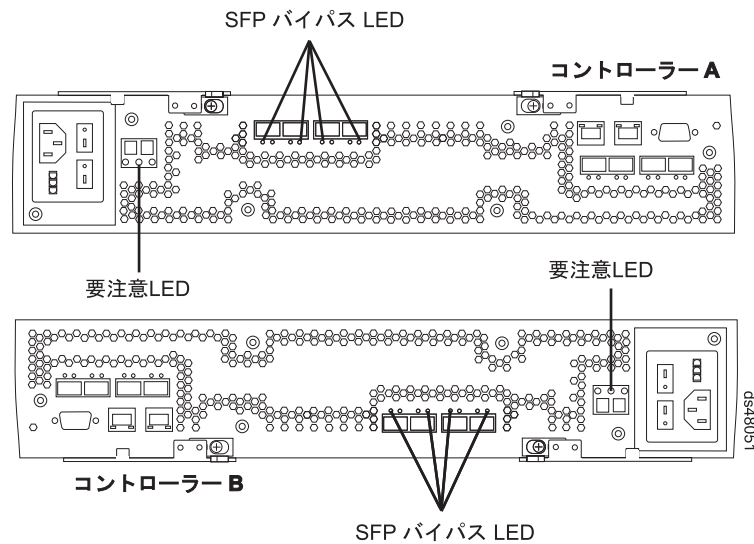

図 101. 要注意 LED と SFP モデル・バイパス LED
3. コントローラー上の SFP バイパス LED および要注意 LED を調べて、障害のある SFP モジュールを突き止めます。障害が検出された場合、LED が点灯しています。図 101 に、コントローラー上のコントローラー SFP バイパス LED および要注意 LED の位置を示します。